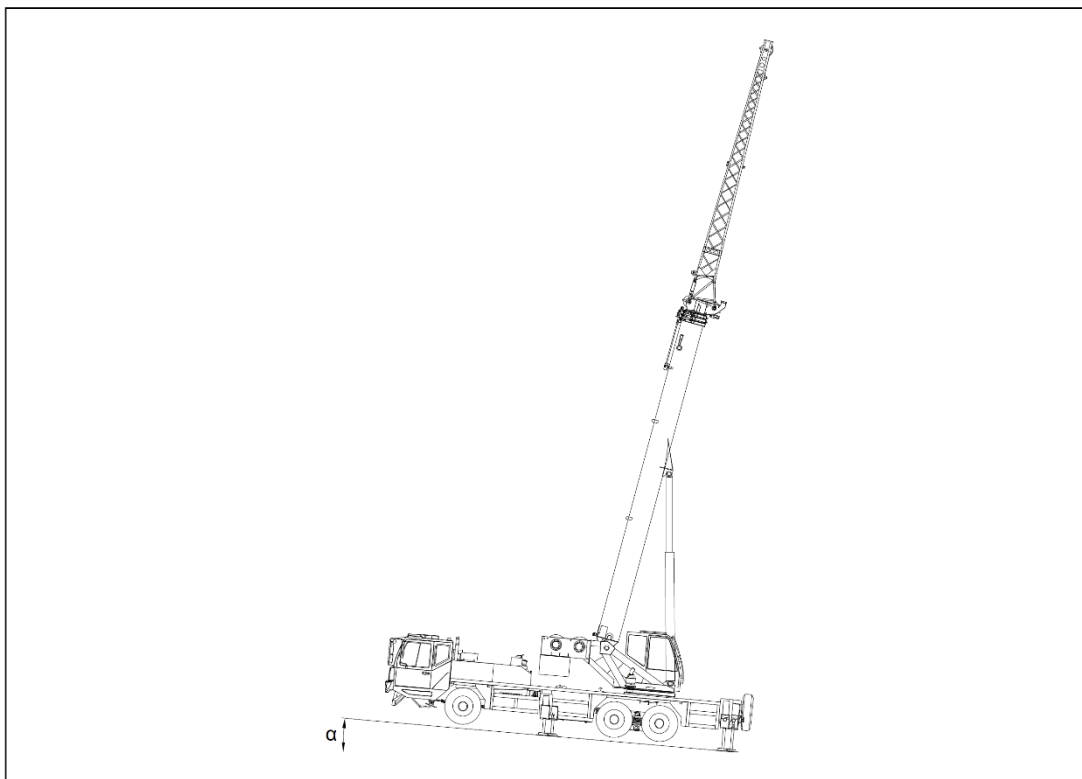

Figura 2-1 Ângulo de inclinação do guindaste
- Antes da operação, nivele o guindaste. Em qualquer condição de trabalho, o ângulo de inclinação α do guindaste não deve ser superior a $0,6^\circ$. Consulte a Figura 2-1.